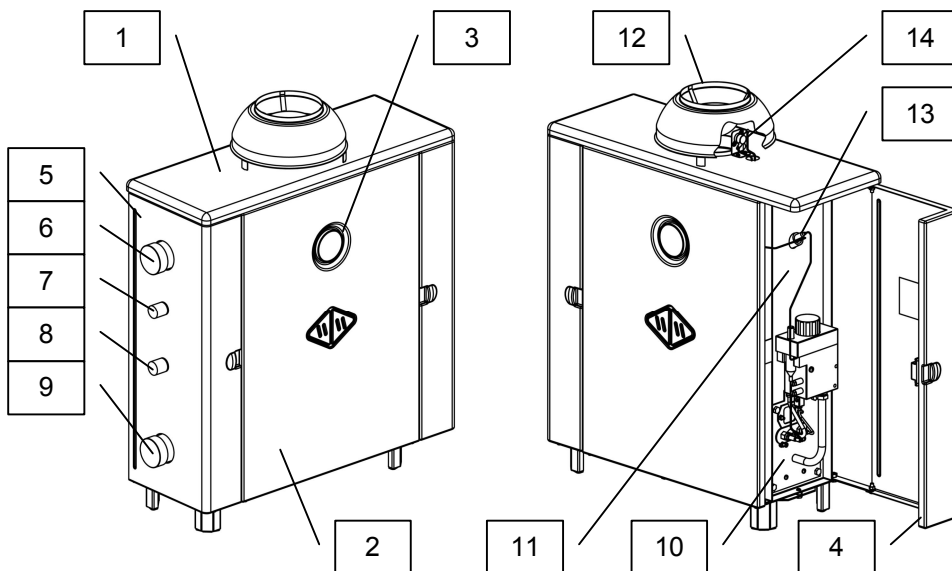
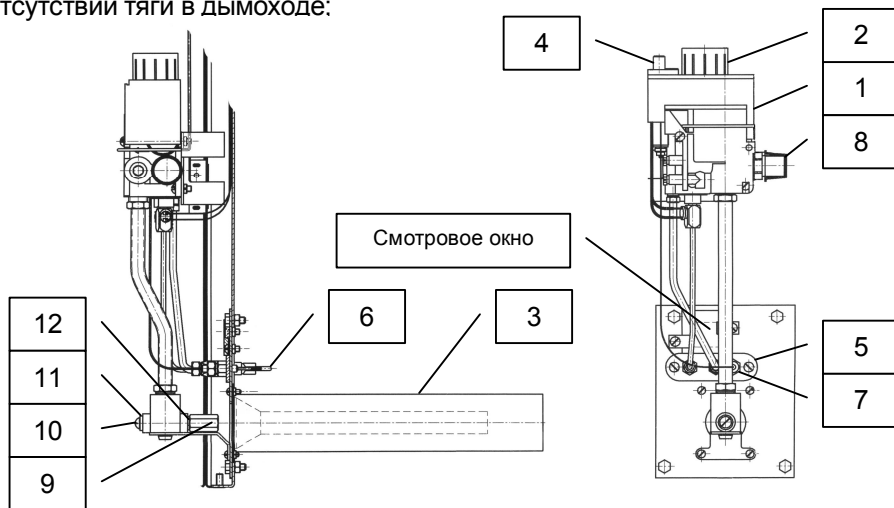
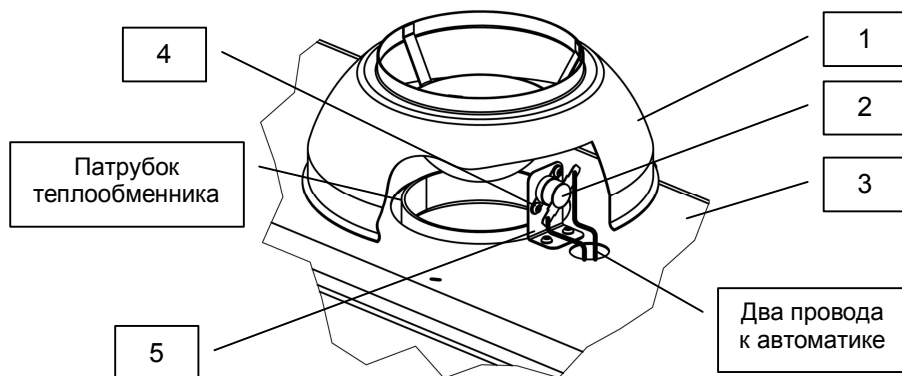

Рис.1 – устройство аппарата
Рис.2 – газогорелочное устройство аппарата
Рис.4 – установка датчика тяги
- При засорении отверстия эжектора рис.2, поз.9, подающего газ в основную горелку, необходимо, при выключенной автоматике перекрыть подачу газа к аппарату, открутить против часовой стрелки винт-заглушку поз.10 с прокладкой поз.11 и мягкой проволокой $d=1\text{мм}$ прочистить отверстие в эжекторе не нарушая выходного диаметра. После очистки эжектора необходимо установить винт поз.10 и прокладку поз.11 на место. В случае повреждения прокладки поз.11, её необходимо заменить.
5.1 Аппарат выполнен в виде напольного шкафа, боковая сторона которого с правой (у аппарата правого исполнения) или левой стороны (у аппарата левого исполнения) закрыта открывающейся дверкой, обеспечивающей доступ к газогорелочному устройству, предназначенному для запуска и остановки аппарата, а также, управления режимами отопления. В аппаратах АКГВ внутри теплообменника дополнительно установлен медный змеевик для обеспечения горячим водоснабжением (ГВС). Основные части аппарата представлены на рис. 1.
5.2 Газогорелочное устройство аппарата (рис. 1, поз.10) - рис.2, предназначено для подачи газа к основной и запальной горелкам, регулирования температуры воды в контуре отопления, а также, автоматического отключения газа при:
5.3 Управление аппаратом осуществляется при помощи кнопок, расположенных на автоматике **EUROSIT 630**: кнопки пьезорозжига - рис.2, поз. 4 и ручки - кнопки терморегулятора рис.2, поз. 2.
5.4 Верхняя крышка облицовки аппарата рис.3, поз.1 (рис.1, поз.12) установлена на 2-х захватах рис.4, поз.2, которые входят в зацепление с кронштейнами поз.3 крепления передней облицовочной панели рис.1, поз.2 и 2-х фиксаторах положения рис.3, поз.4, которые вставляются в пазы кронштейнов поз. 5. Для снятия крышки, при необходимости очистки аппарата от сажи, необходимо:
6.6 До монтажа аппарата, в соответствии с рис.4, установите датчик тяги поз.2, необходимый для прерывания электрической цепи и прекращения горения в случаях появления «обратной» тяги, засорения дымохода и т.д.
6.10 В стакан, имеющийся в верхней части боковой стенки аппарата необходимо залить веретенное масло, не вынимая при этом термобаллоны от автоматики и термометра рис. 1, поз. 13, установленные в него.
7.2 Для включения аппарата необходимо открыть газовый кран на газопроводе. Начиная с позиции Выключено «•», поверните ручку терморегулятора (поз.2, рис.2) в позицию розжига «*». Нажмите и удерживайте ручку терморегулятора после чего нажимайте на кнопку пьезорозжига до тех пор, пока от искры не загорится растопочный факел. После загорания удерживайте ручку терморегулятора в течение 20...30 секунд. Отпустите ручку терморегулятора и проверьте, что растопочный факел остался гореть. Если он погас, повторите операцию снова до появления устойчивого пламени. Поверните ручку терморегулятора на отметку, соответствующую необходимой температуре, после чего должна воспламениться основная горелка. Для того, чтобы горел только растопочный факел поверните ручку терморегулятора с позиции выбранной температуры в позицию розжига «*» .
7.3 В случае неисправности пьезорозжига необходимо снять стекло смотрового окна (рис.2) и зажечь запальную горелку (поз.5, рис.2) иными средствами.